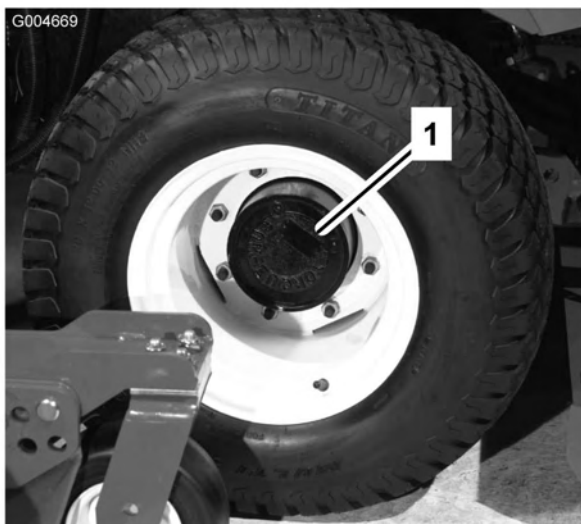
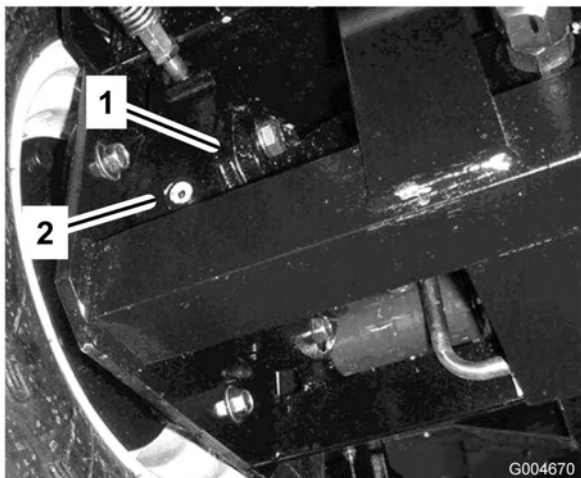

Figura 10
Figura 11
1. Coloque a máquina numa superfície nivelada e posicione a roda de forma a que o tampão de verificação/escoamento se encontre na posição das duas ou dez horas (Figura 10).
2. Retire o tampão da engrenagem planetária (Figura 10) e verifique o tampão que se encontra na zona traseira do travão (Figura 11). O óleo deverá ser visível no fundo do orifício do tampão de verificação, que se encontra na zona traseira do travão.